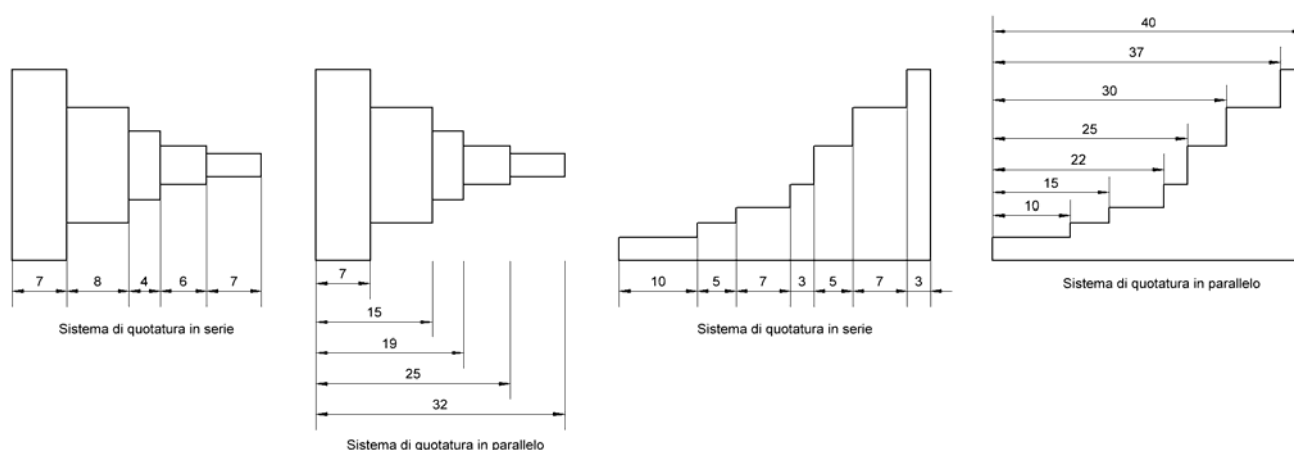

Fig. 2.63 - Esempi di quotatura in serie e in parallelo.
- 1) Sistema di quotatura in serie. Questo sistema si usa quando ogni elemento viene quotato rispetto all'elemento precedente e nessun elemento è di riferimento per gli altri (v. fig. 2.63).
- 2) Sistema di quotatura in parallelo. Questo sistema si usa quando ogni elemento viene quotato rispetto ad un elemento che è di riferimento per gli altri (v. fig. 2.63).